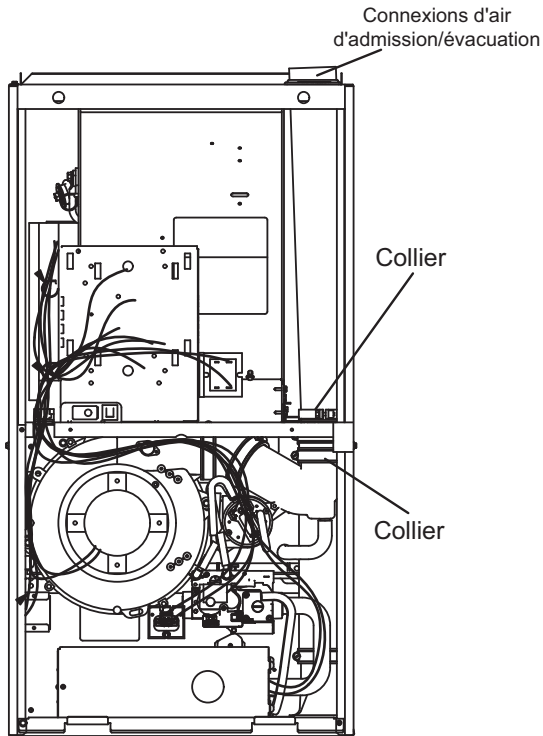
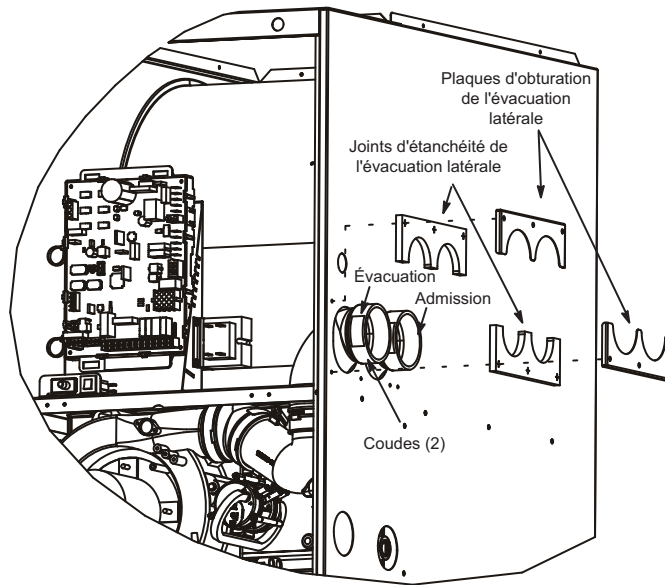

FIGURE 19
FIGURE 22
Le EL297DFV est livré avec un raccord d'évacuation/d'admission d'air au niveau du capuchon supérieur. Voir FIGURE 19. À l'aide des pièces fournies, l'appareil peut être modifié sur place pour que ces connexions soient situées sur le côté droit de l'enceinte. Voir FIGURE 22 et suivre les étapes ci-dessous. Pour l'évacuation du côté gauche, commander l'ensemble 87W73.
- 2 - Desserrer les colliers de serrage qui fixent les raccords en caoutchouc aux tuyaux en PVC blanc à l'intérieur de la zone du vestibule. Voir FIGURE 19.
- 3 - Desserrer le collier qui fixe les tuyaux au support du ventilateur. Voir FIGURE 19.
- 11 - Retirer la protection des joints d'étanchéité de l'évacuation latérale (2) et les appliquer sur les plaques d'étanchéité de l'évacuation latérale (2) comme illustré à la FIGURE 22.
12 - Installer les plaques d'étanchéité de l'évacuation latérale et les joints sur l'extérieur de l'enceinte, comme illustré à la FIGURE 22. Fixer avec six vis (quatre réutilisées et deux fournies dans le sac). Les trous sont prépercés dans les pièces et l'enceinte, aucun perçage n'est nécessaire.